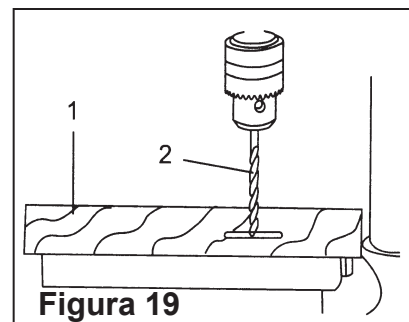

Figura 19
Pieza método (Figura 19 y 20)
1. Marca la profundidad (2) del agujero en el lateral de la pieza. (1) (Figura 19).
2. Con el interruptor "OFF", traerá la broca (2) hacia abajo hasta la punta del dedo es incluso con la marca (Figura 19).